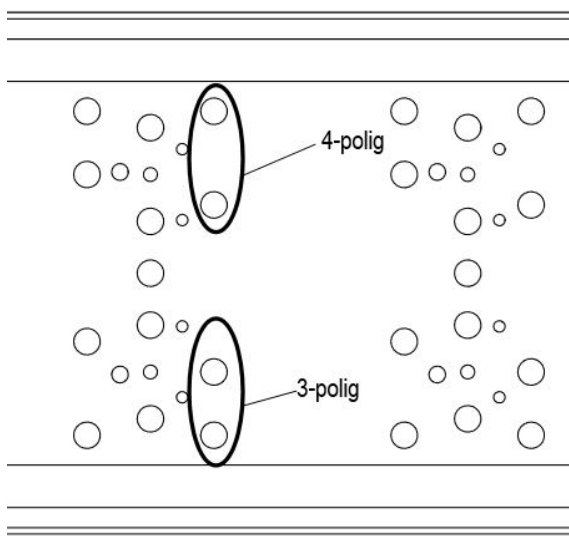
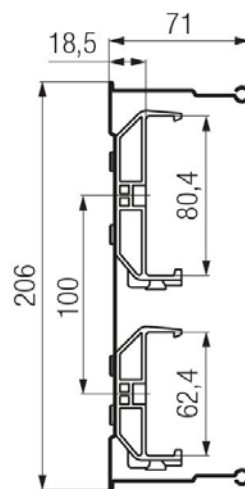
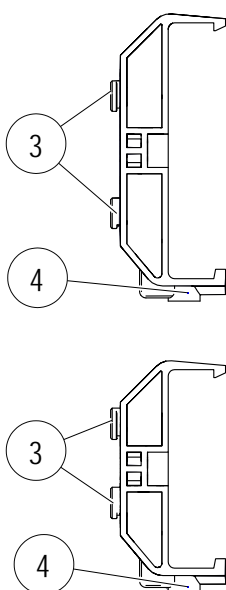
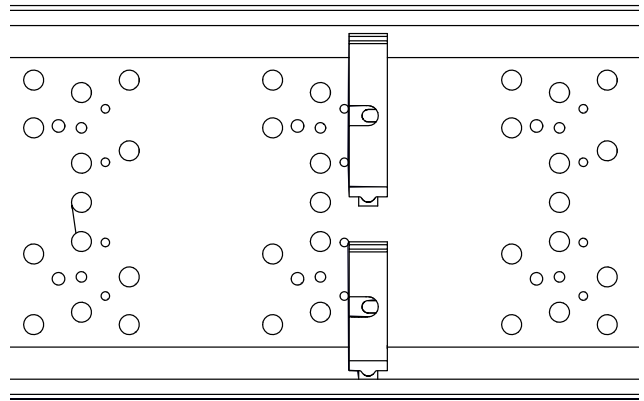

Abb. 63: Lochreihe für den 7-poligen Schienenhalter 0831 im ProShell-Tragprofilssystem 206
Abb. 64: Maße des 7-poligen Schienenhalters 0831 in ProShell 206
Abb. 65: Arretierungszapfen (4) und Zapfen (3)
Abb. 68: 7-poliger Schienenhalter 0831
Die speziellen Lochreihen bei den Tragprofilschienen ProShell 206 ermöglichen ein einfaches Einhängen der Schienenhalter (siehe Abb. 63). Für sieben oder acht Pole werden zwei unterschiedliche Schienenhalter (z.B. 3-polig mit 4-polig oder 5-polig mit 3-polig oder 4-polig mit 4-polig) miteinander kombiniert (siehe Abb. 64 bis Abb. 65).
1. Den Arretierungszapfen (4) des Schienenhalters in den unteren Rahmen des ProShell-Tragprofils einhängen, sodass durch das Eindrehen des Schienenhalters die beiden Zapfen (3) in die Bohrungen des ProShell-Tragprofils versenkt werden (siehe Abb. 65 bis Abb. 68). Den 4-poligen Schienenhalter in den oberen Teil des ProShell-Tragprofils auf die gleiche Weise wie den 3-poligen Schienenhalter montieren